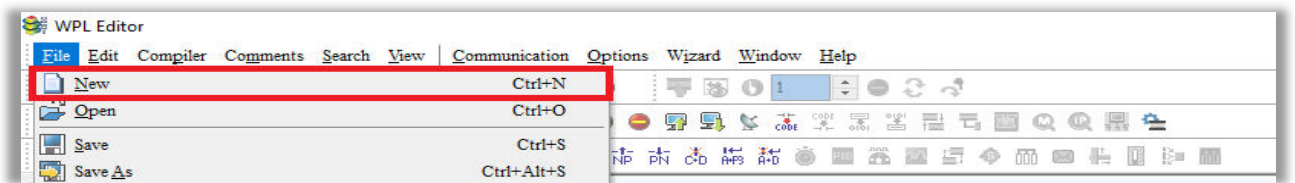

Figura 16-5
**NOTA:** Você também pode encontrar "New file (N) (Ctrl+N)" em "File (F)", conforme a figura 16-5 abaixo.